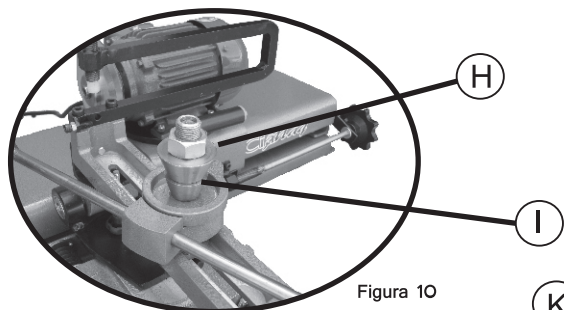
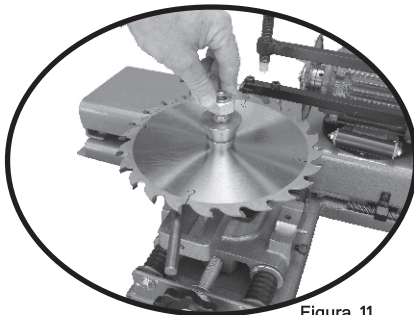

Figura 10
Figura 11
Retire a porca (H) e os cónicos (I) (*figura 10*) e posicione a serra no eixo. Selecione o cónico, conforme o tamanho do furo da serra e recoloque o mesmo com a porca. Após proceda ao aperto da serra (*figura 11*).